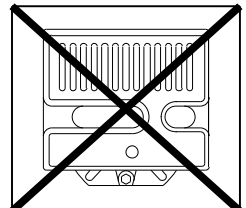

Abb. 7
- Der Brenner kann ausschließlich in den Stellungen 1, 2, 3 und 4 Abb. 7 betrieben werden.